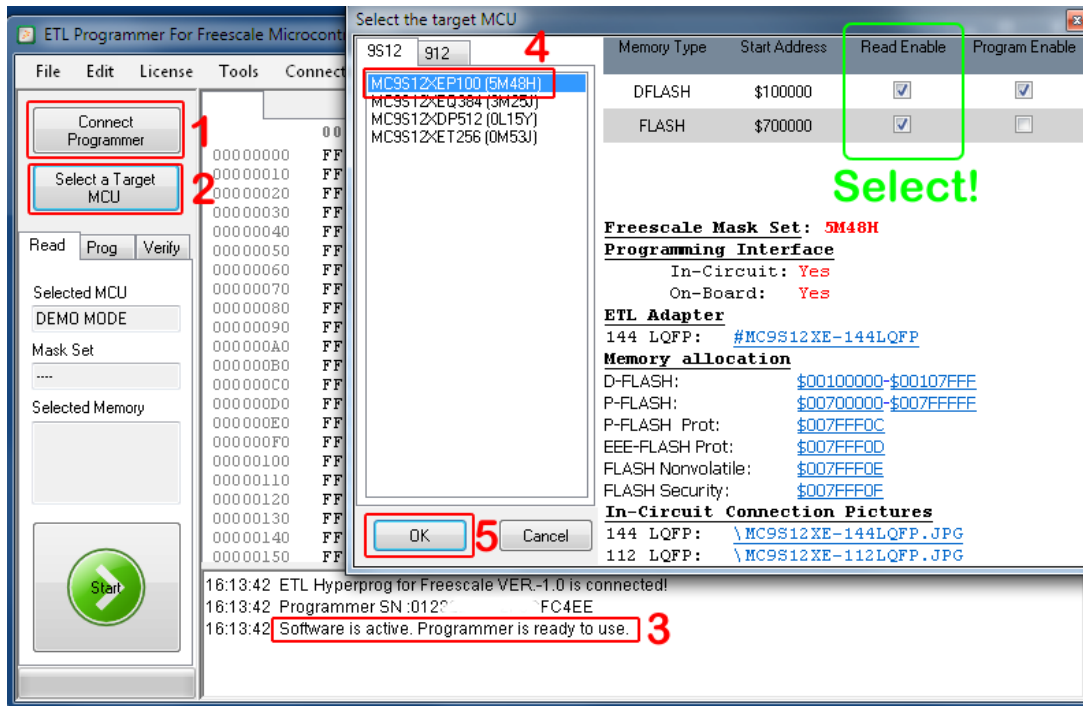

Figura 21. Seleccione el dispositivo MC9S12XEP100 (5M48H) objetivo.
- Ejecute el programa del **Programador-MC9S12(X)**. Conecte el HYPERF PROG ETL presionando el botón de "Conectar Programador". Asegúrese de que el programador esté "Listo para Usarse". Seleccione el dispositivo objetivo MC9S12XEP100 (5M48H) (Figura 21).